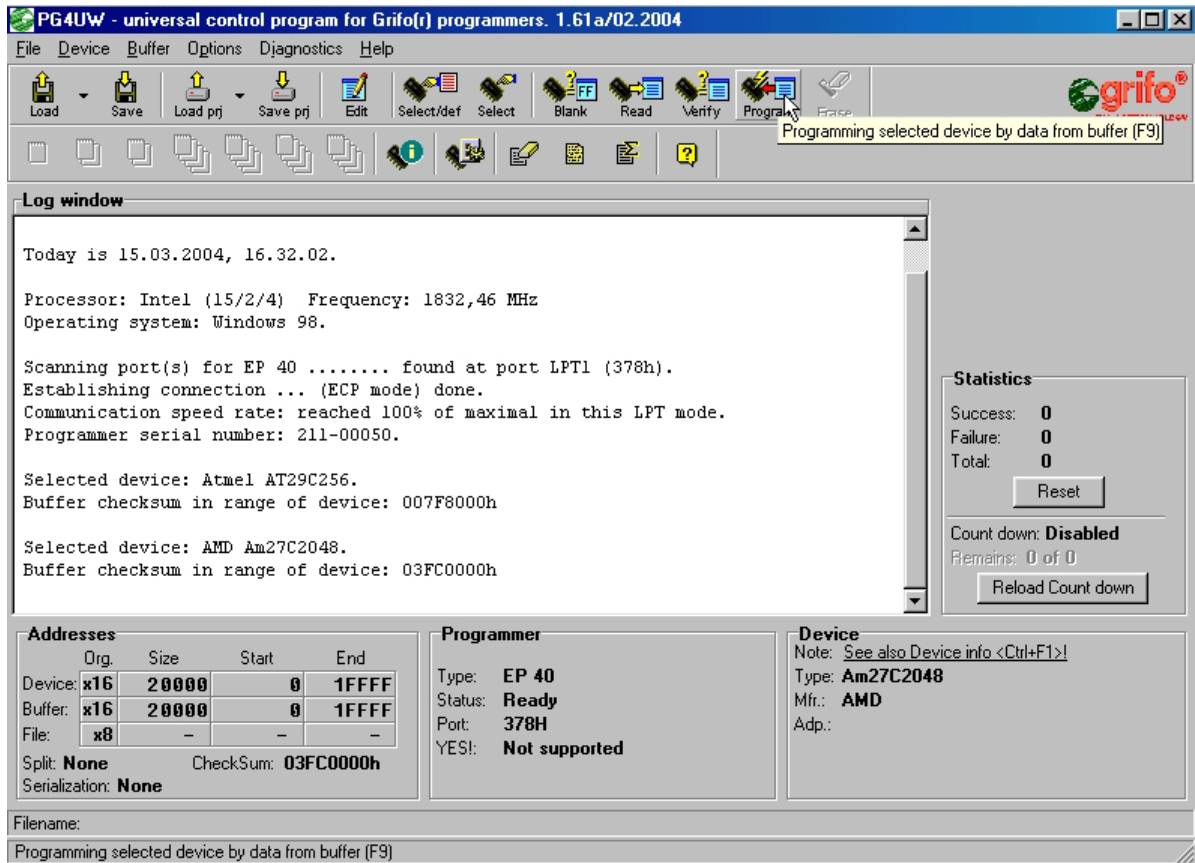

FIGURA 12: MENU PER LA LETTURA DELLA MEMORIA DEL DISPOSITIVO
- Inserite il dispositivo da programmare nello zoccolo ZIF del programmatore e scrivete il contenuto attuale del buffer col menu Device/Program o premendo il tasto <F9>. Si prega di fare riferimento alla figura 12.